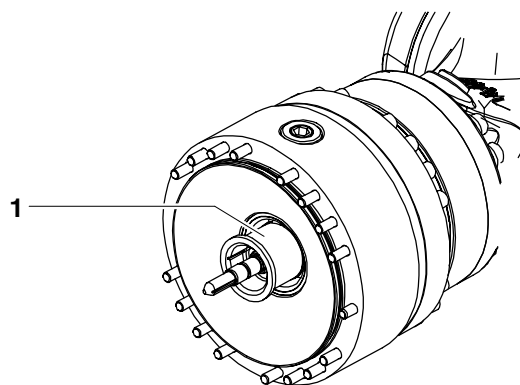

Fig. 104 Douille
- (1) Le cas échéant, procéder à la déconservation du poignet en ligne.
- (2) Retirer la douille (Fig. 104/1), le cas échéant, utiliser des outils appropriés (par ex. acier d'armature à écarter).